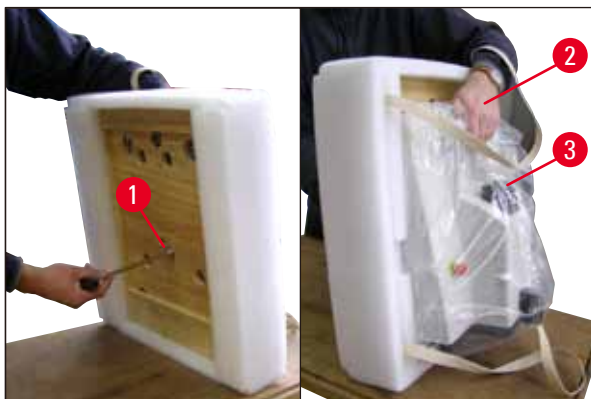

Fig. 5
- Inclinar el equipo junto con la placa de base (→ Fig. 5): sujetar el equipo con una mano en el molde (→ Fig. 5-2) para el baño tampón. ¡NUNCA elevarlo ni sujetarlo por el cabezal de corte (→ Fig. 5-3)! Con la llave Allen suministrada, soltar el tornillo n.º 8 (→ Fig. 5-1) y retirar la placa de base.